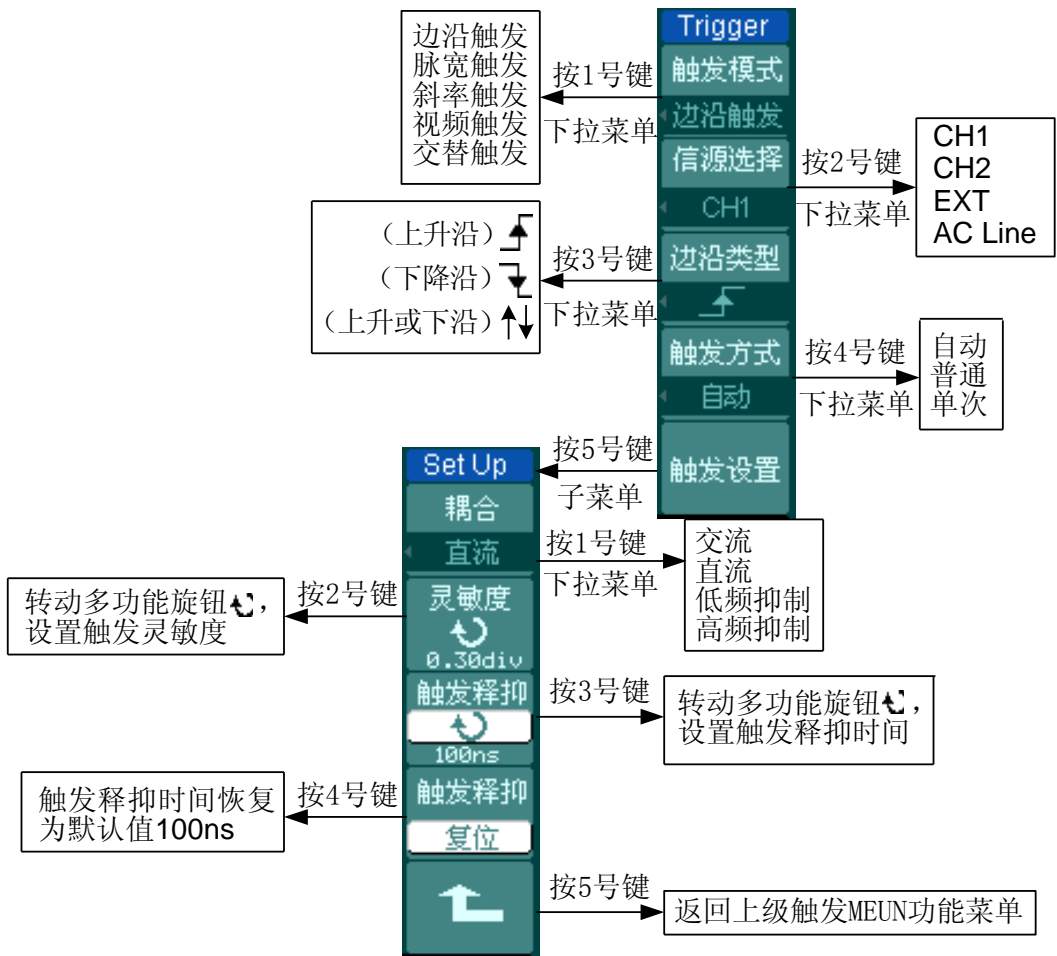

图3-5-14 触发系统MENU菜单及子菜单
**MENU**按键为触发系统菜单设置键。其功能菜单、下拉菜单及子菜单如图 3-5-14 所示。下面对主要触发菜单予以说明。